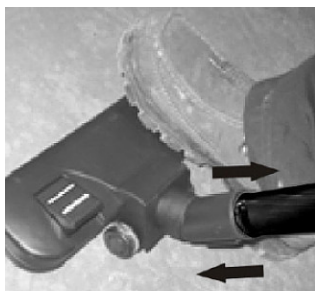

Abb. 7: Montage der Bodenbürste
Schritt 5: Verbinden Sie das Saugrohr mit der Bodenbürste (Abb.7) oder einem anderen Werkzeug.